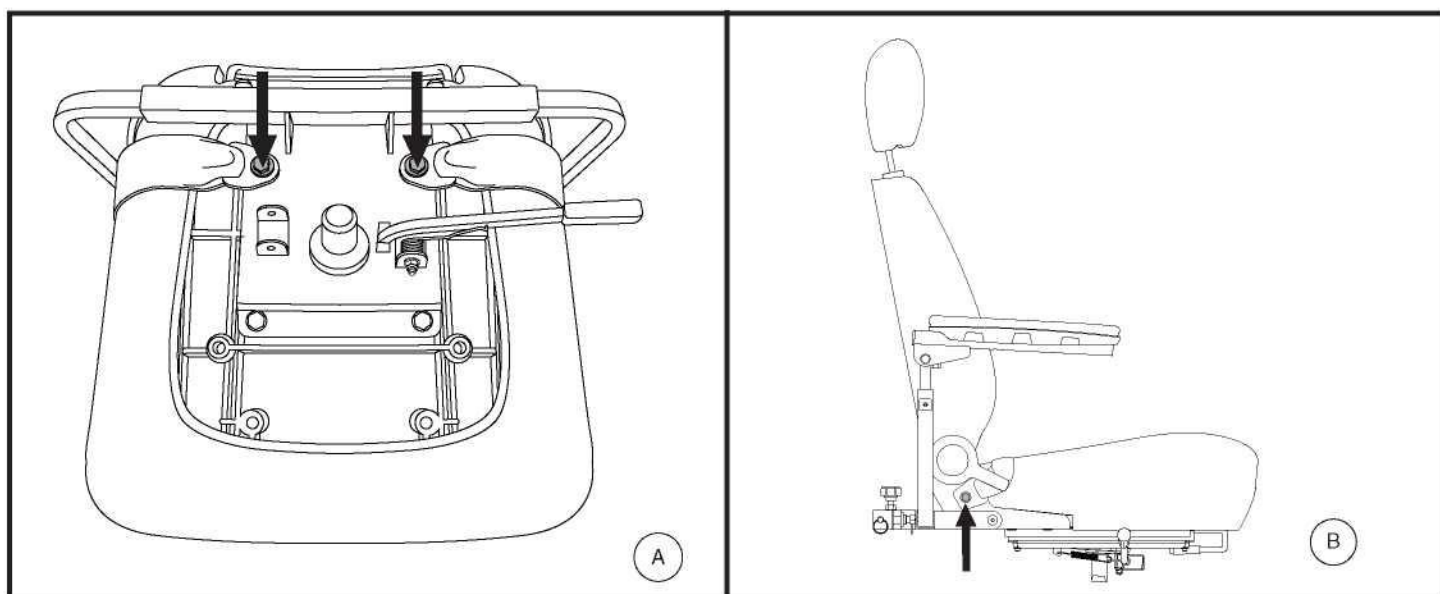

Figure 23. Boulons du ceinture de positionnement
Votre scooter peut être équipé d'une ceinture de positionnement de type automobile réglable pour votre confort. **Voir la figure 23.** La ceinture de positionnement est conçue pour supporter et empêcher le conducteur de glisser ou d'avancer sur le siège. La ceinture de positionnement n'est pas une ceinture de sécurité.
2. Placez le siège à l'envers pour faire face à sa base. **Voir la figure 23.**